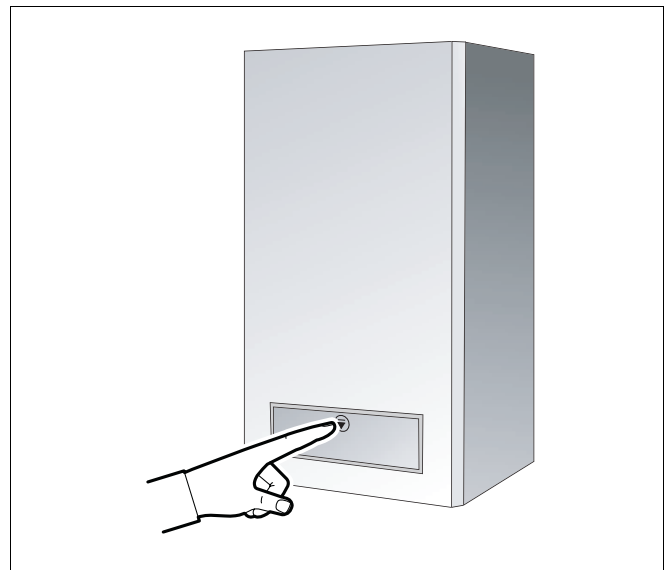

Bild 15 Bedienfeld öffnen
- Bedienfeld am Heizkessel (→ Bild 15) durch kurzes Drücken öffnen.